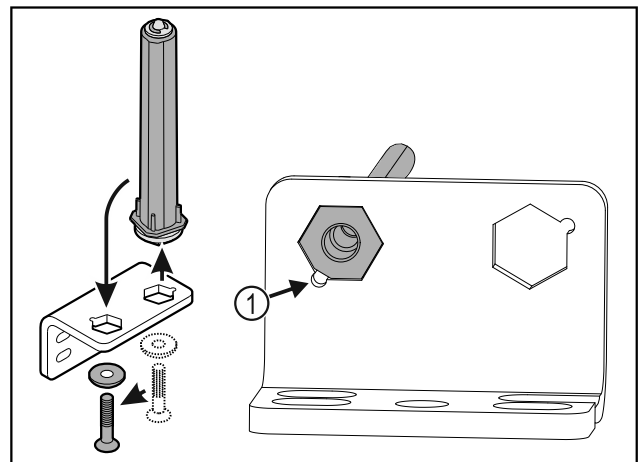

Fig. 35
- Βεβαιωθείτε ότι κατά την τοποθέτηση η λοξοτομή του πείρου είναι στραμμένη Fig. 35 (1) προς τη στρογγυλή οπή.